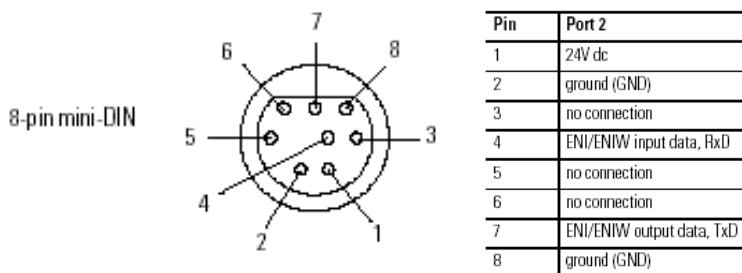

Figura 6.5: Conector RS-232 [1]
- Puerto RS-232: mediante este puerto es posible la conexión con el dispositivo al que debe dar conectividad a Ethernet, en este caso al autómat. El puerto utiliza un conector mini-Din de 8 pines para conectarse (figura 6.5).